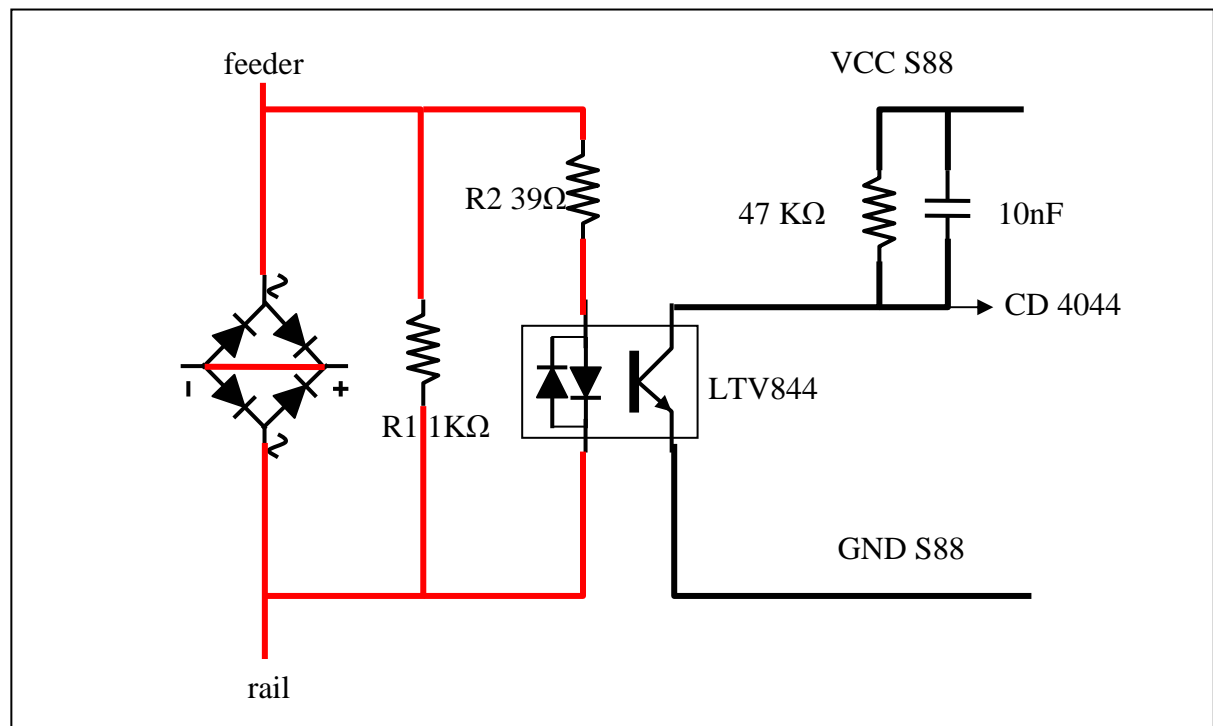

Figure 2: circuit de détection
- 6) Le circuit de détection est quasiment celui des LDT RS8 et RM-GB8 (voir figure 2). Par rapport au schéma d'origine (voir 2eme pdf), certains composants ont été modifiés: